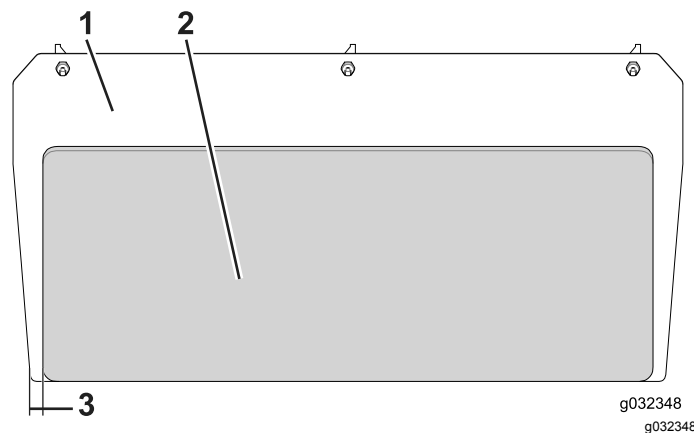

Figura 4
4. Retire el papel protector y aplique el protector del panel trasero al lado del motor del panel trasero (Figura 4).
Nota: Centre el protector del panel trasero a lo ancho de la placa dejando un margen de 29 mm en cada borde (Figura 4).